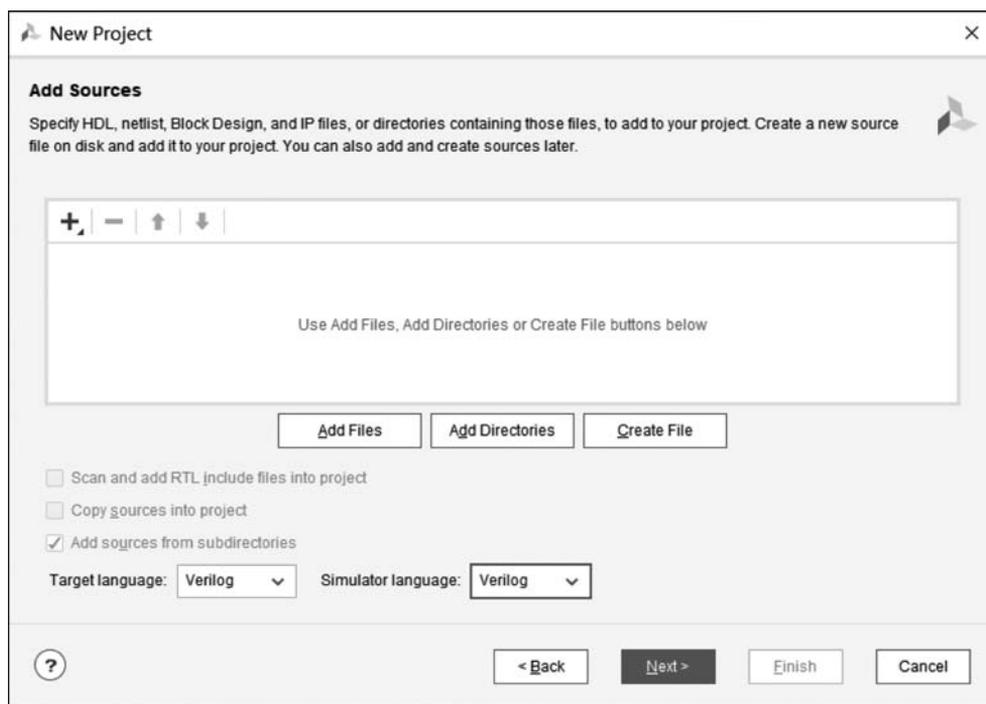
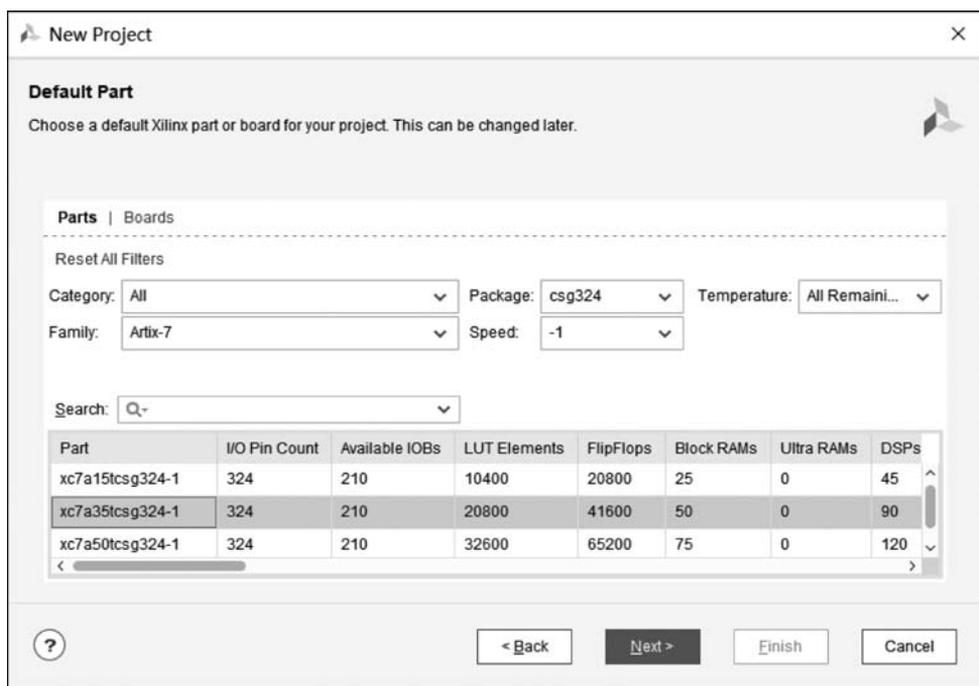

图 3.6 添加源文件并选择设计语言
图 3.7 器件选择界面
(5) 在图 3.6 所示的 Add Sources 界面中添加源文件并选择设计语言,其中 Target language 和 Simulator language 均选择 Verilog,单击 Next 按钮。
(6) 不添加约束文件,所以在 Add Constraints 界面直接单击 Next 按钮。
(7) 在图 3.7 所示的器件选择界面中,根据使用的 FPGA 开发板,选择相应的 FPGA 目标器件。本例中,以 Xilinx EGO1 为目标板,故 FPGA 选择 xc7a35tcsg324-1,即 Family 选择 Artix-7,封装形式(Package)为 csg324,单击 Next 按钮。